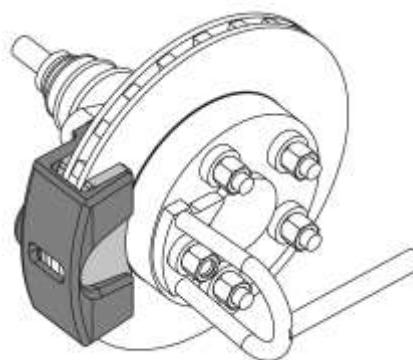

Fig. 66
17. Instalar um dispositivo de pressão do pedal do travão para fixar o disco de travão, fig. 66.